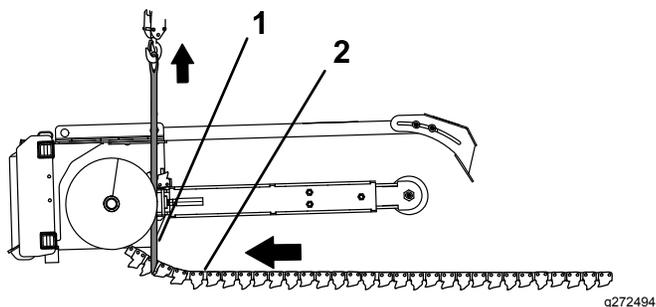

Рисунок 17
машины (вперед), расположите машину над землеройной цепью (Рисунок 17).
- На переднем конце цепи оберните подъемную стропу длиной 3,65 м, имеющую грузоподъемность 181,4 кг, вокруг цепи в месте расположения землеройного зуба на третьем или четвертом звене цепи (Рисунок 17).
- Запустите машину и расположите стрелу траншекопателя над землеройной цепью так, чтобы подъемная стропа находилась перед ведущей звездочкой траншекопателя (Рисунок 17).